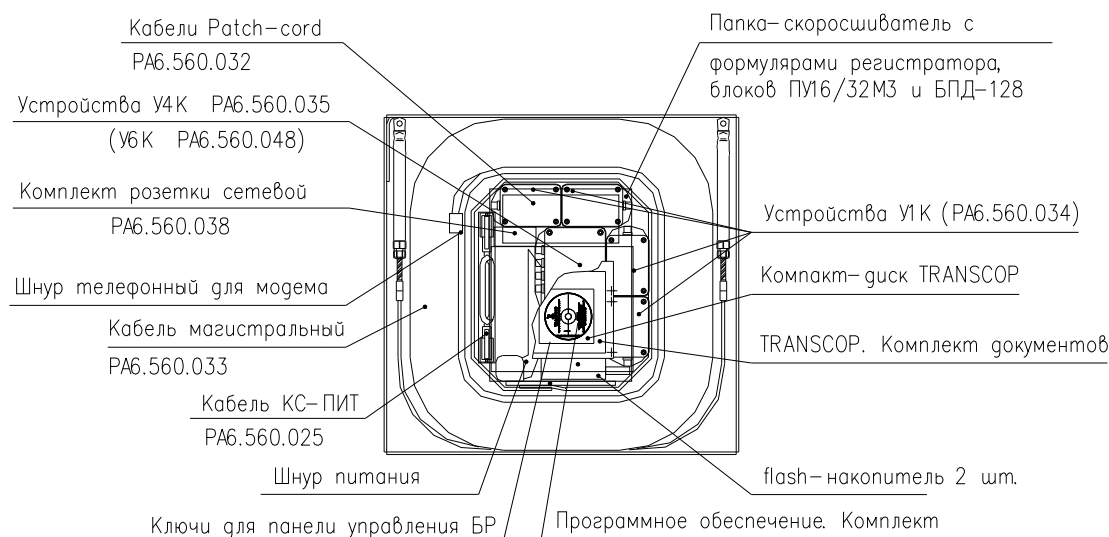

Рисунок 8 – Схема укладки комплекта монтажного
- комплект монтажный, упакованный в отдельную коробку, рисунок 8